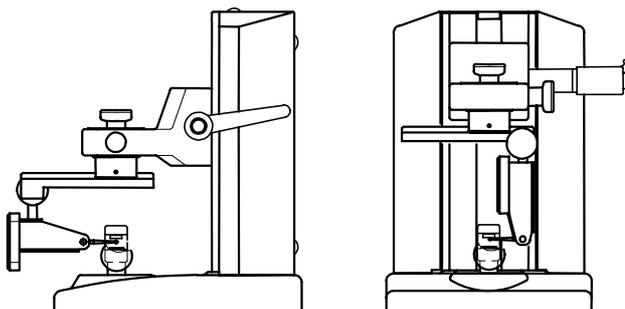

Abb. 4-6-5 Andere Möglichkeiten zur Montage des Fühlhebelmessgeräts
- Je nach Länge des Fühlhebels oder Position der Messuhr kann das Fühlhebelmessgerät auch wie in Abb. 4-6-5 zu sehen, montiert werden.